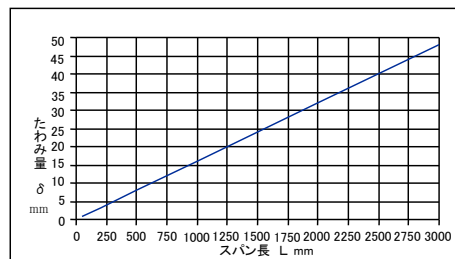

図 12 Vベルトの必要たわみ量（δ mm）
- (3) Vベルトは、取付張力が不足するとスリップが発生しやすくなり、Vベルトの寿命に影響を与えます。また、張力が高すぎるとVベルトの寿命を縮めるだけでなく、軸荷重が過大になり、軸受の寿命を縮めます。Vベルトの張り調整は次の手順により行います。
- ・たわみ量 (δ mm) はスパン長 (L mm) をはかり、図12より求めます。